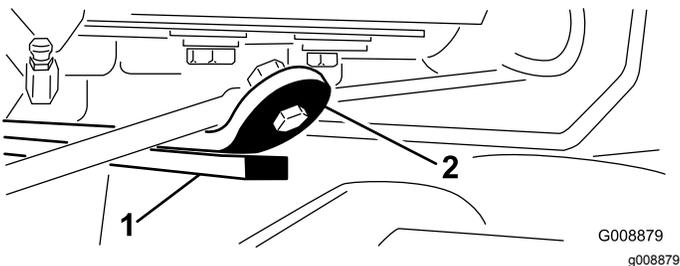

图28
3. 如图28所示启动发动机升起提升臂检查并确保后滚刀组耐磨棒顶部的耐磨带与缓冲带之间的间隙介于 0.512.54mm 之间。